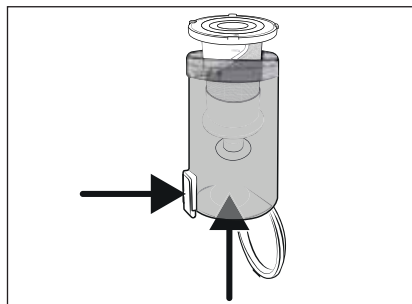

Fig. 20
- 3) Retirez le filtre en acier inoxydable **6** du bac à poussière **7**, en appuyant sur la touche de déverrouillage du couvercle du bac à poussière **8**. Glissez alors le filtre en acier inoxydable **6** hors du bac à poussière **7**, par le bas (voir fig. 20).